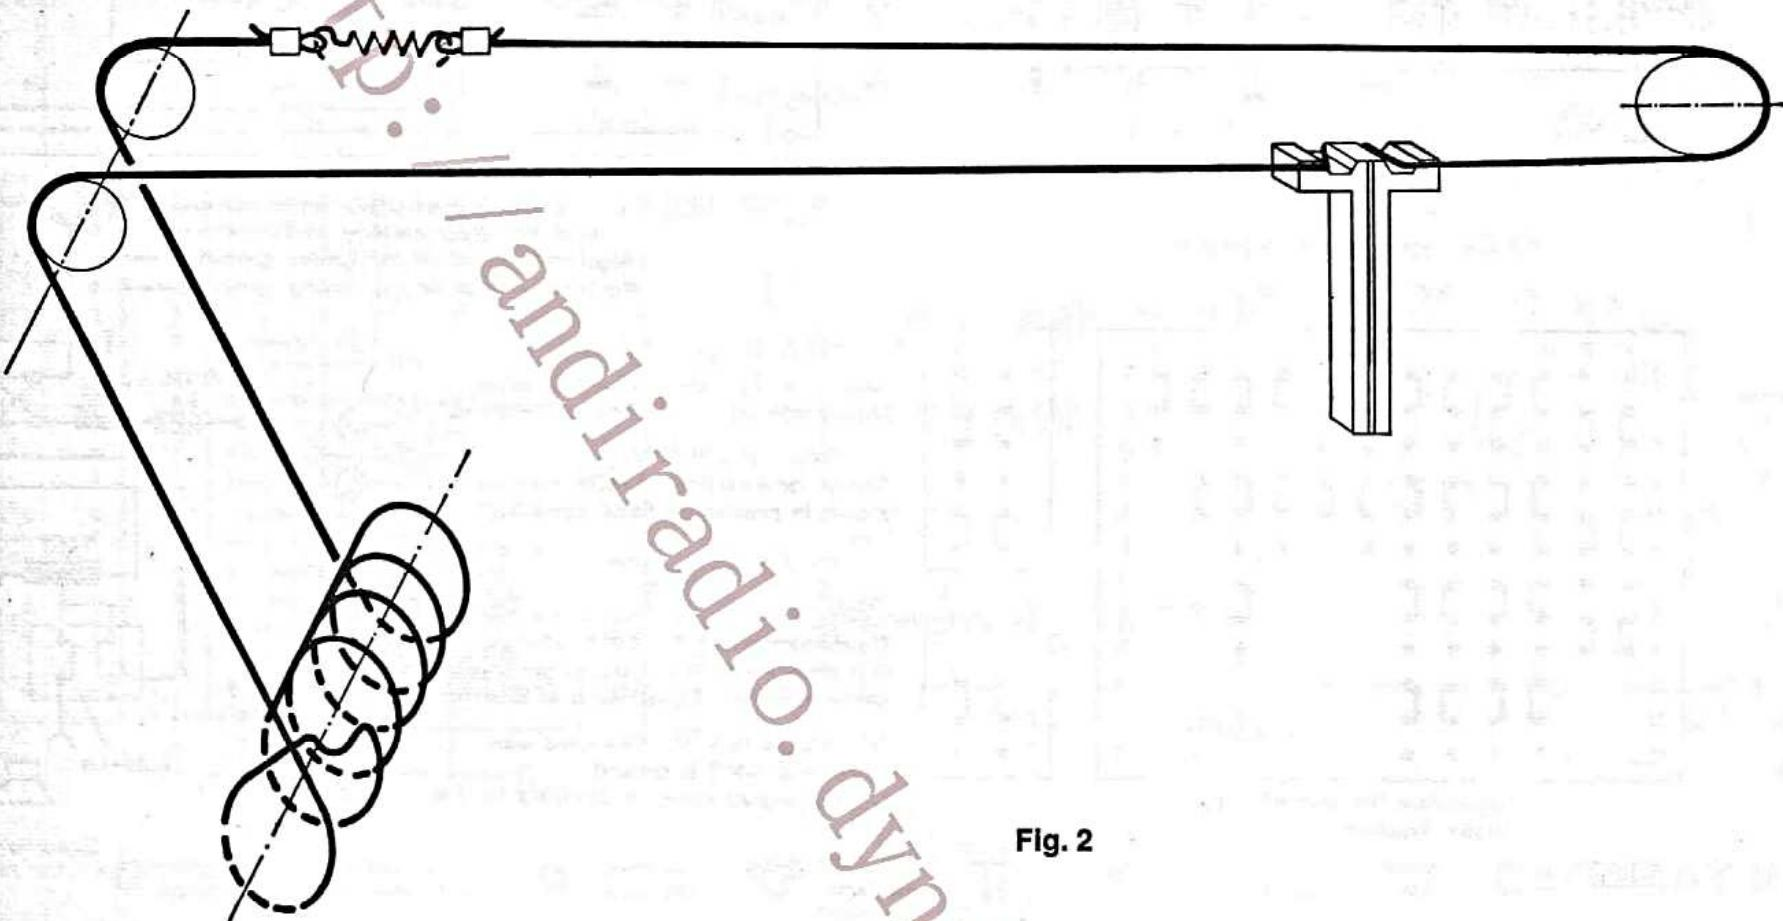

Fig. 2
- 5.2 Skalenseil (Länge ca. 0,8 m) nach Fig. 2 auflegen.
- 5.2 Place drive cable as shown in fig. 2 (length approx. 32").
⁵⁾ Ein AM-Signal, 400 Hz, 30 % moduliert, soll eine Ratiospannung von 1,4 V erzeugen. Dann mit R 934 ein Spannungsminimum am Outputmeter einstellen, Fig. 2.
⁵⁾ An AM signal, 400 cs, 30 % modulated, must produce a ratio voltage of 1.4 V. Adjust a voltage minimum at the outputmeter by means of R 934, see. fig. 2.